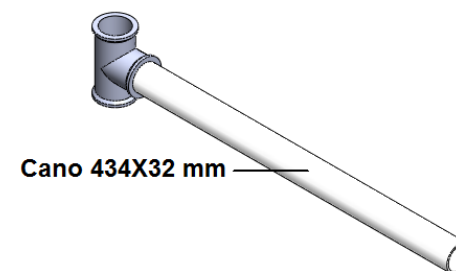

Figura 32. Montagem Final – Passo 5
- Passo 5: Junte o cano 434X32 mm na conexão “T 32 mm”, como mostrado na figura 32 (1 unidade);